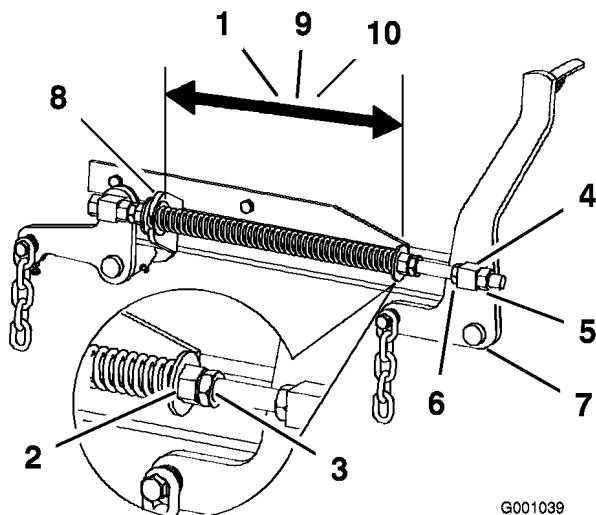

Figura 67
2. Compruebe la distancia entre las dos arandelas grandes, que debe ser de 28,2 cm para plataformas de cortacésped de 52 pulgadas, 26,7 cm para plataformas de cortacésped de 60 pulgadas ó 29,2 cm para plataformas de cortacésped de 72 pulgadas (Figura 67).
3. Ajuste esta distancia aflojando la contratuerca elástica y girando la tuerca que está delante de cada muelle (Figura 67). Gire la tuerca en el sentido de las agujas del reloj para acortar el muelle y en el sentido contrario a las agujas del reloj para alargar el muelle.
4. Fije la tuerca en la posición deseada apretando la contratuerca elástica (Figura 67).